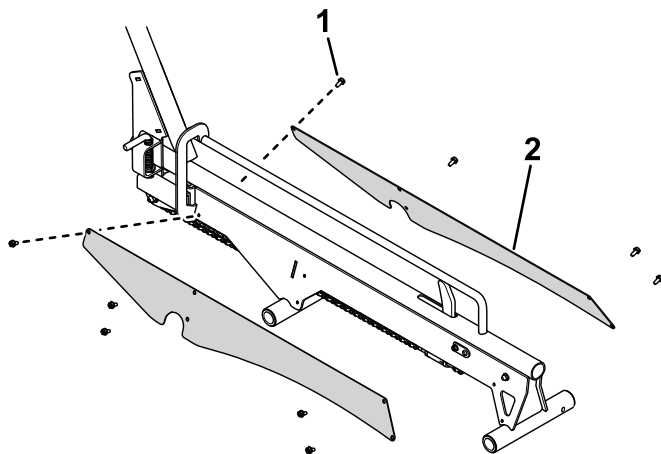

**Рисунок 7**
9. Используйте звено цепи для подсоединения цепи к узлу рампы (Рисунок 7).